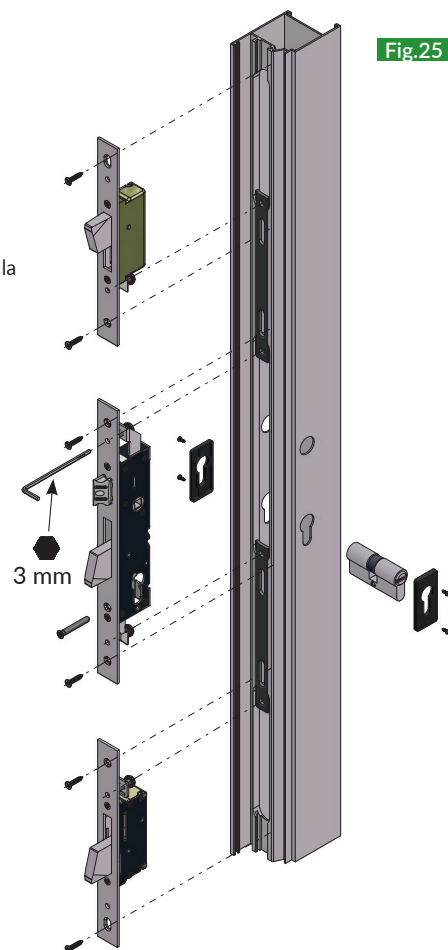

Fig.25
3. Inserire i deviatori con fuori la mandata (porta chiusa), poi infilare la chiave a brugola da 3 mm negli appositi fori sul frontale e svitare fino al bloccaggio delle viti, quindi verificare che le aste siano agganciate ai deviatori. **Fig.25**
3. Insert the deviators with throw out (door closed), insert the 3 mm Allen key in the proper hole on the faceplate, unscrew till clamping the screws and then check that the rods are secured to the deviators. **Fig.25**
3. Insérer les déviateurs avec pêne sorti (serrure fermée), puis placer la clé alène de 3 mm dans les trous prévus sur la tête et dévisser jusqu'à blocage des vis, vérifier ensuite que les tringles soient bien accrochées aux déviateurs. **Fig.25**